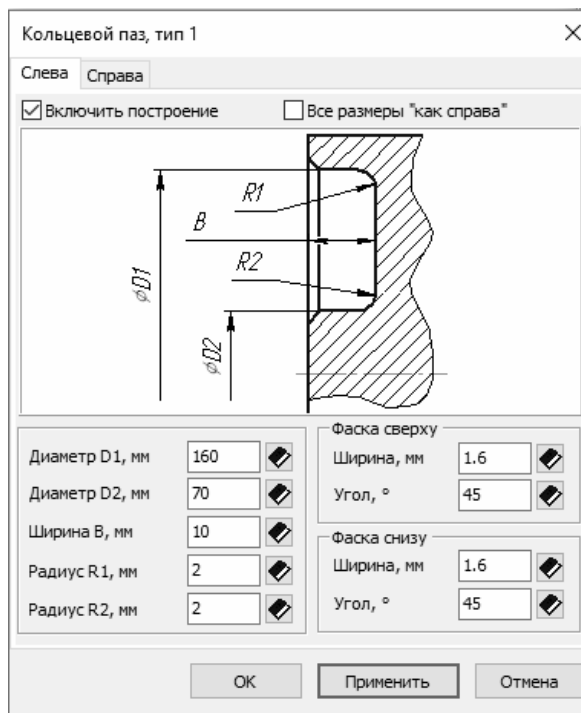

Рис. 14.14. Построение кольцевого паза
7.3. Нажмите кнопку «**ОК**», и кольцевые пазы будут построены во внешнем контуре колеса (рис. 14.14.)